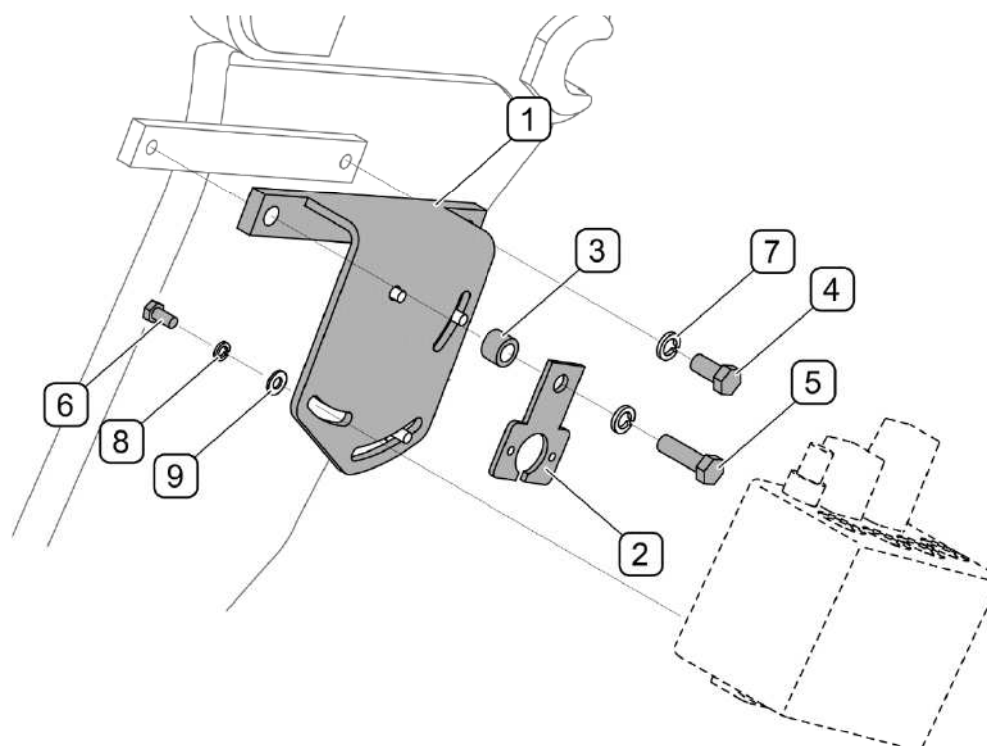

РИСУНОК 4.4 Монтаж кронштейна распределителя на несущей раме
(1) - кронштейн распределителя; (2) - кронштейн электрического гнезда; (3) - втулка; (4) - болт M12x25; (5) - болт M12x40; (6) - болт M8x16; (7) - упругая шайба Z12,2; (8) - упругая шайба Z8,2; (9) - шайба 8-100HV;
Гидравлический распределитель прикрепить к кронштейну (1), далее все привинтить в соответствующем месте с правой стороны к несущей раме погрузчика вместе с кронштейном (2) электрического гнезда (РИСУНОК 4.4). Между кронштейнами (1) и (2) вставить втулку (3).